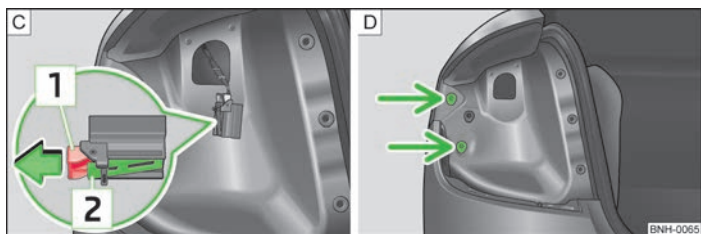
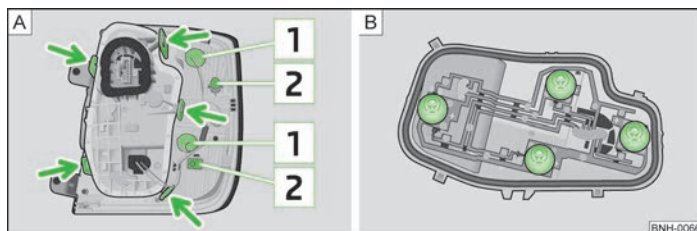

Fig. 134 Conector de luces/montar la lámpara
Fig. 135 Parte exterior de la luz/Parte interior de la luz
- Tirar del enclavamiento [1] » fig. 134 en el conector en el sentido de la flecha.
- Presionar el enclavamiento [2] » fig. 134 y retirar el conector.
- Introducir presionando con cuidado la luz posterior en la carrocería de tal manera que los pernos [2] » fig. 135 de la página 166 en la lámpara encajen en los alojamientos de la carrocería » fig. 134 - [D].
- Girar el portalámparas [1] » fig. 135 en el sentido contrario al de las agujas del reloj y extraer de la carcasa.
- Desbloquear el portalámparas en las bridas de enclavamiento » fig. 135 - [A] y extraer el portalámparas de la luz posterior.
- Girar el portalámparas hasta el tope en el sentido contrario al de las agujas del reloj y extraerla de la carcasa » fig. 135 - [B].